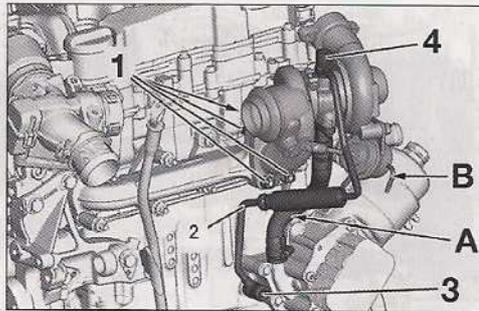

FIG. 75
- Desmontar los tornillos (3) y (4) (Fig.75).